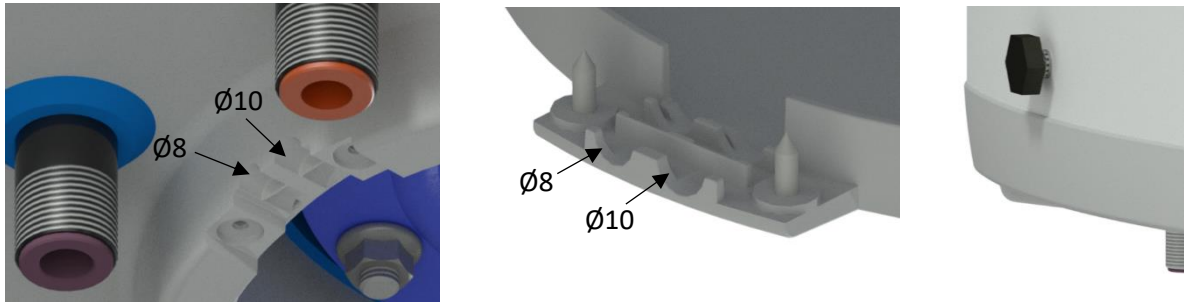
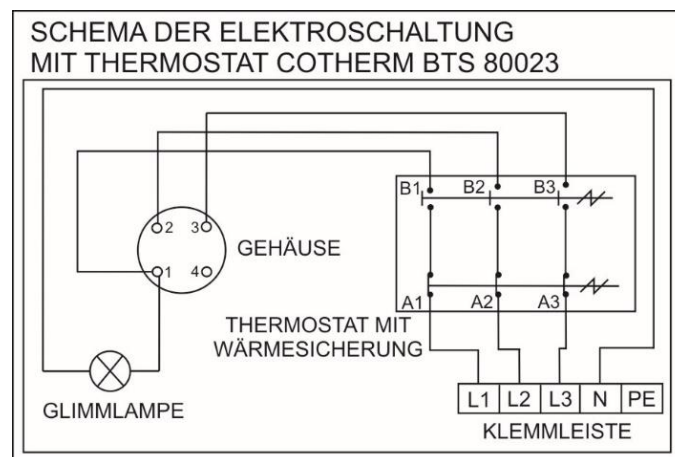

Abbildung 8
Abbildung 9
Der Anschluss ist laut Anschlusschema durchzuführen. Der im Werk vorgenommen Anschluss darf nicht geändert werden! (Abbildung 9). Die Trennwand in der Abdeckung der Elektroinstallation entfernen, die dem Durchmesser des Zuleitungskabels, also  $\phi 8$  oder  $\phi 10$  (Abbildung 8) entspricht. Die elektrischen Teile des Warmwasserbereiters haben die Schutzklasse IP 45. Der Leistungsbedarf des elektrischen Körpers beträgt 4000 W.
- Das Schema des Elektroanschlusses ist dem Warmwasserbereiter am Gehäuse der Elektroinstallation (Abbildung 9) beigelegt.